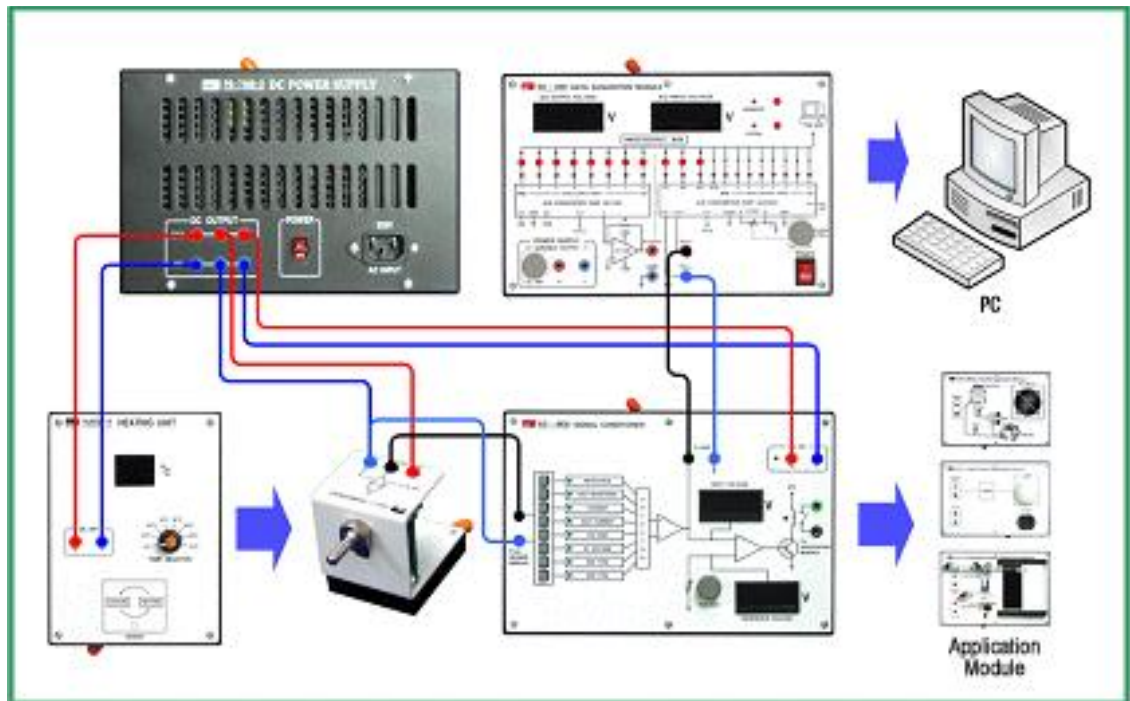

FIGURE 2: Diagramme de branchement pour la caractérisation d'un thermocouple.
1. En suivant les étapes ci-dessous, réaliser le circuit illustré sur la figure 2 :
- (d) relier les différents modules en utilisant les câbles de connexion comme illustré sur la figure 2,